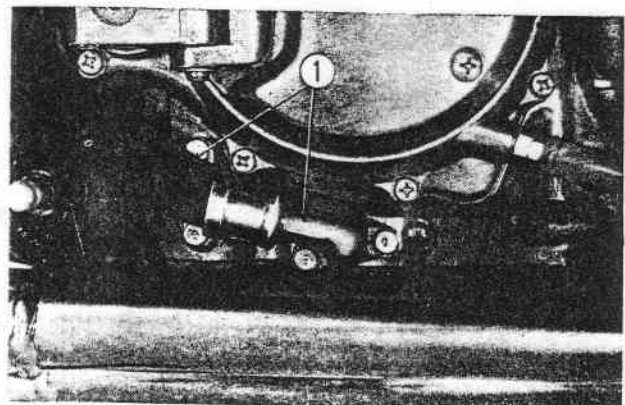

Fig. 15-9 ① Tuyauteries d'huile moteur
3. Débrancher les deux tuyauteries d'huile au niveau des raccords sur le moteur. (Fig. 15-9)